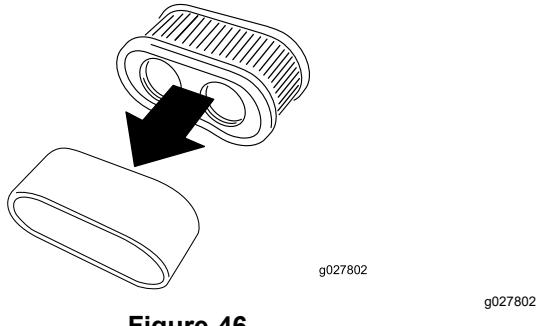

Figure 46
5. Séparez l'élément en mousse de l'élément en papier (Figure 46).